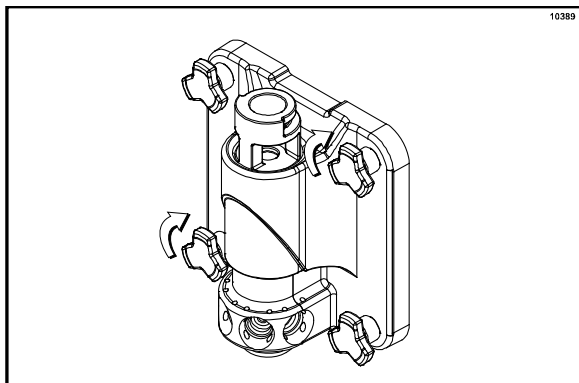

Figure 122
12. Installer la porte shake de l'unité. Positionner la porte de l'unité sur les quatre goujons, à l'avant du cylindre de réfrigération. Aligner le haut de la vanne de sortie avec le support du poussoir de la vanne. Installer les vis (petites vis du bas de la porte). Serrer de manière uniforme, en alternant en diagonale, et s'assurer que la porte ne bouge pas. **Ne pas trop serrer** (Cf. Figure 122).